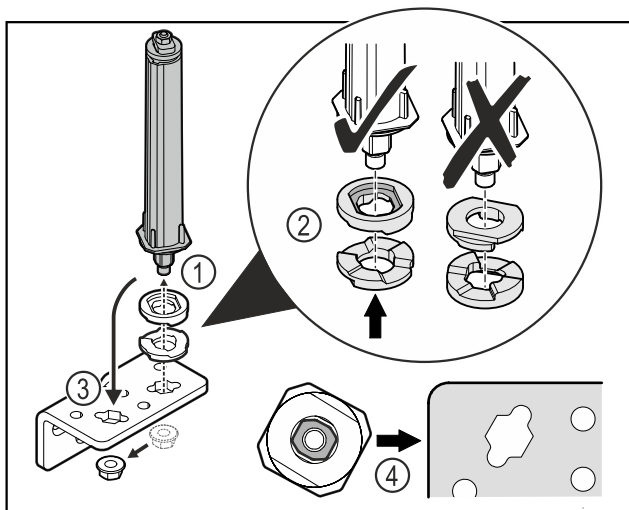

Fig. 39
- ▶ Uvoľnite maticu a odstráňte systém zatvárania dverí Fig. 39 (1).
- ▶ Dbajte na správne vyrovnanie podložiek na výškové prestavenie Fig. 39 (2).
- ▶ Premiestnite systém zatvárania dverí v uholníku závesu a zafixujte ho maticou Fig. 39 (3).
- ▶ Dbajte pri nasadzovaní na správne vyrovnanie systému zatvárania dverí Fig. 39 (4).